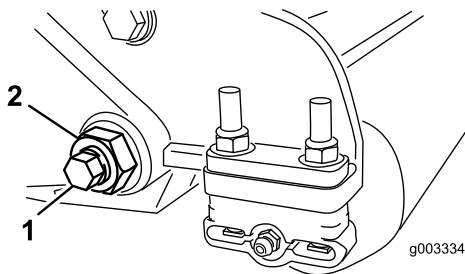

Figura 29
3. Su ciascun lato della macchina, allentate il dado di bloccaggio che fissa il bullone della barra di appoggio (Figura 29).
4. Togliete ciascun bullone della barra di appoggio consentendo alla barra di appoggio di essere tirata verso il basso e rimossa dall'apparato di taglio (Figura 29).